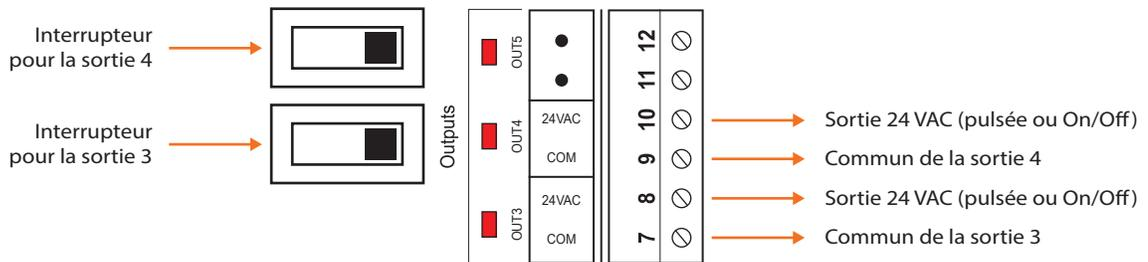

Figure 17 - Sorties 3 et 4 actives
1) Position de l'interrupteur pour obtenir une **sortie active** (voir figure 17):